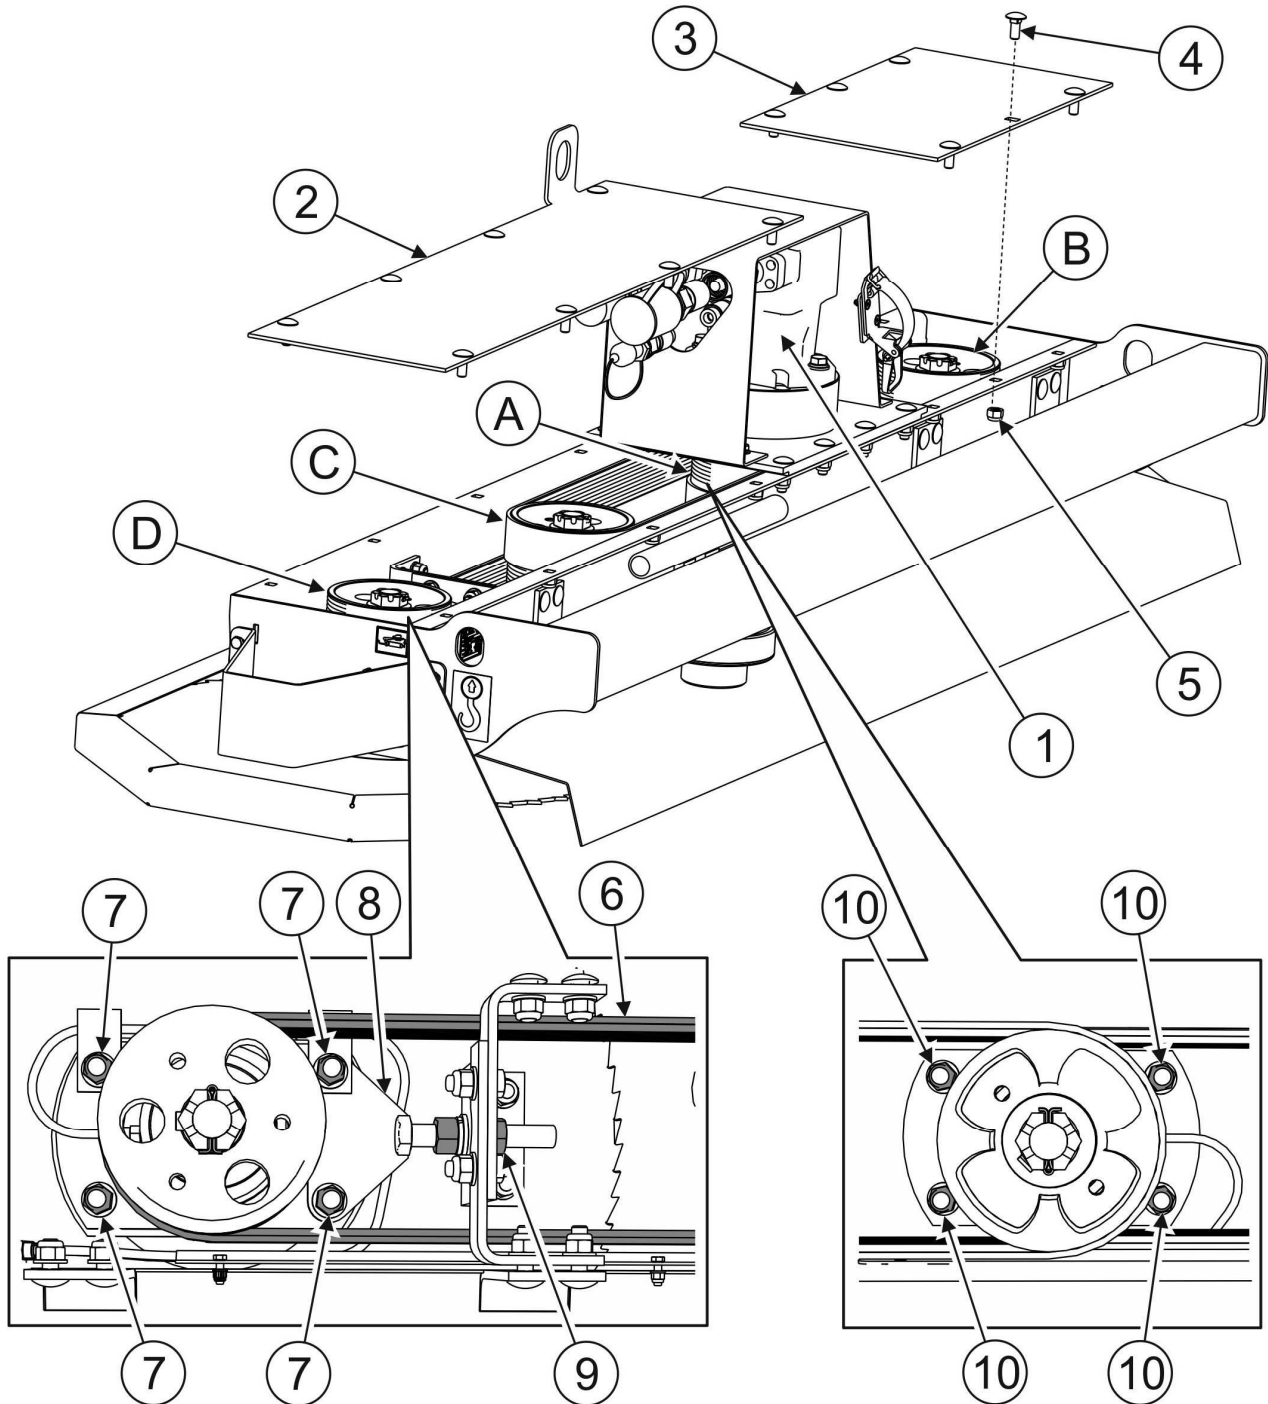
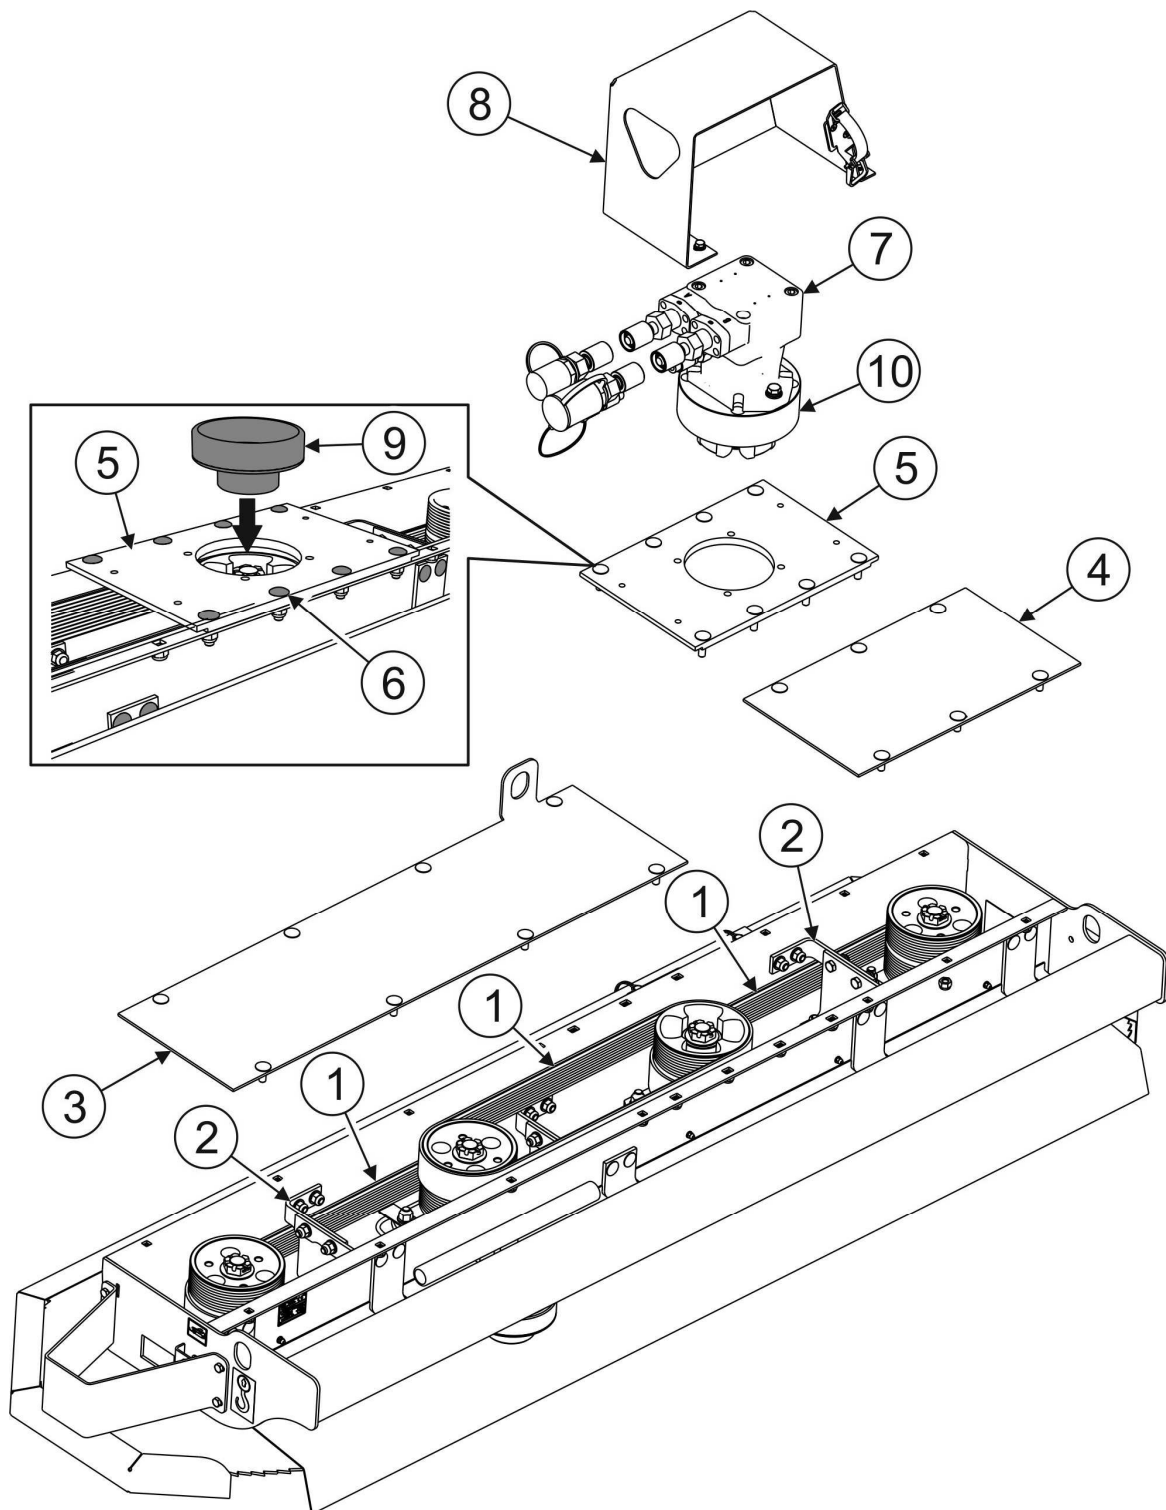

Abb. 5.4 Kontrolle und Einstellung der Keilriemenspannung
Abb. 5.5 Auswechselung der Keilriemen
Die Kontrolle der Keilriemen (6) (ABBILDUNG 5.4) beruht auf der Prüfung des technischen Zustands und der Riemenspannung. Um Zugang zu den Keilriemen zu erhalten, müssen die oberen Abdeckungen (2) und (3) des Sägenantriebs entfernt werden.
Bevor die Keilriemenspannung geprüft wird, muss kontrolliert werden, ob die Befestigungsschrauben (10) der Riemenscheibenhalterung (1) und des Hydraulikmotors (1) (ABBILDUNG 5.4) richtig festgezogen sind.
(1) - Keilriemen; (2) - Halterung der Spannvorrichtung; (3),(4) - Abdeckung; (5) - Abdeckplatte; (6) - Schrauben; (7) - Hydraulikmotor; (8) - Motorabdeckung; (9) - Zentrierhülse; (10) - Abstandhalter des Motors.
Ein beschädigter Keilriemen muss ausgewechselt werden. Im System der Antriebsübertragung befinden sich drei Keilriemen mit der Katalog-Nr.: 10 PL 1397. Um einen Keilriemen auszuwechseln, müssen die Abdeckungen (3) und (4) (ABBILDUNG 5.5) sowie die Halterung der Spannvorrichtung (2) demontiert werden. Bei der Auswechslung der Antriebsriemen auf der Riemenscheibe des Motors müssen ebenfalls die Motorabdeckung (8) des Hydraulikmotors (7) einschließlich des Abstandshalters (10) sowie die Abdeckplatte (5) entfernt werden. Um die die Halterung der Spannvorrichtung (2) und den Motor ausbauen zu können, müssen die Schrauben (7) (ABBILDUNG 5.4) herausgeschraubt werden, welche die Riemenscheibenhalterung befestigen. Anschließend die Riemenscheibe verschieben, bis der Keilriemen von der Riemenscheibe genommen werden kann.